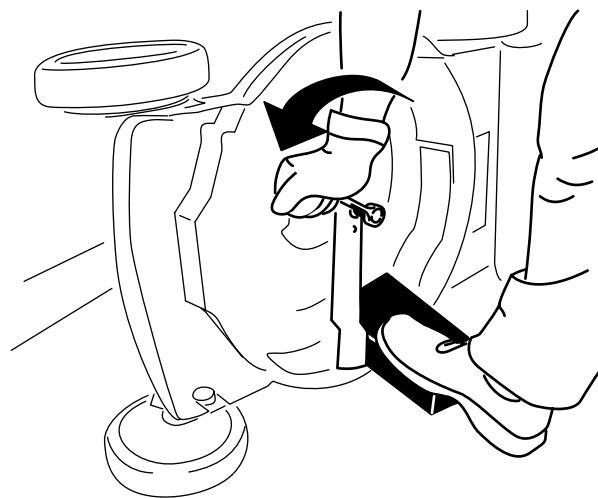

Figura 25
2. Utilice un bloque de madera para inmovilizar la cuchilla (Figura 25).
3. Retire las cuchillas, conservando todas las fijaciones de montaje (Figura 25).